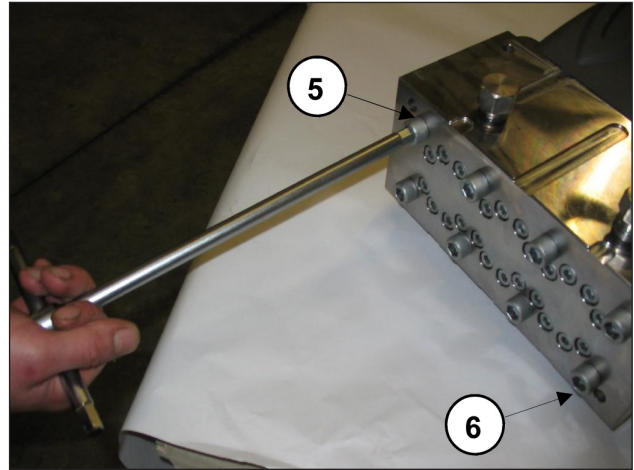
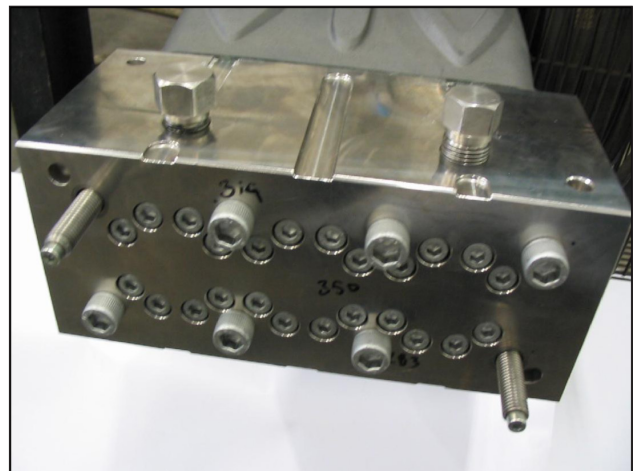

Fig. 17
Fig. 18
- Dévisser les vis de fixation de la tête M12x260 n° 5 et n° 6 comme le montre la Fig. 17 et les remplacer par deux goujons de service (réf. 27508200) comme le montre la Fig. 18. Enlever les autres vis.